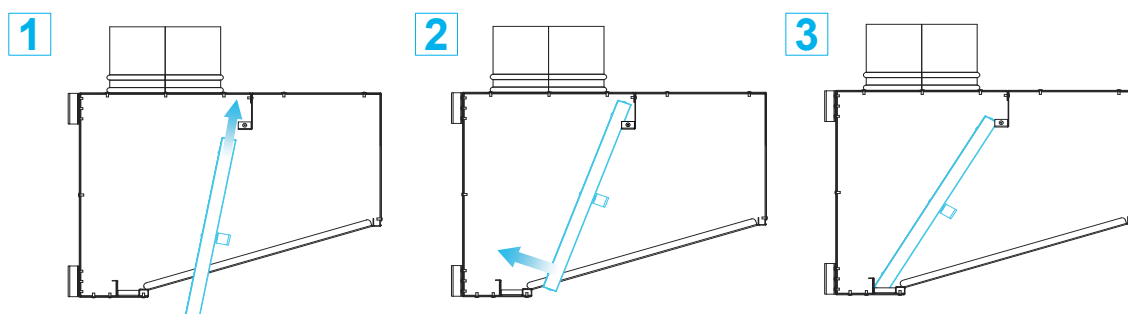

Рисунок 4.5 – Установка фильтра
4.16 Установка жиρούлавливающих фильтров осуществляется технологическими пазами вниз для обеспечения стока жира. Заведите фильтр вверх, после задвиньте вперед и вниз (рисунок 4.5).